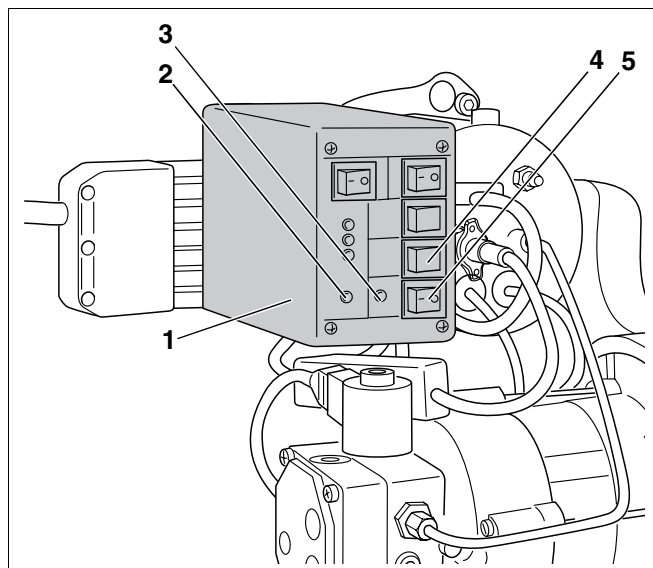

Fig. 30 Purger la conduite de fioul avec l'appareil de contrôle de brûleur
- Appareil de contrôle de brûleur (fig. 30, **pos. 1**; accessoire) – si l'aspiration du fioul doit être réalisée par la pompe à fioul montée sur le brûleur.
La purge de la conduite de fioul avec l'appareil de contrôle de brûleur (fig. 30, **pos. 1**) est décrite ci-dessous.
- Placer l'appareil de contrôle de brûleur (fig. 30, **pos. 1**) sur le socle.
- Appuyer sur le commutateur de mise en marche de l'appareil de régulation. La LED (rouge) est allumée (fig. 30, **pos. 2**).
- Enclencher l'appareil de contrôle de brûleur avec l'interrupteur de mise en marche (fig. 30, **pos. 5**). Les deux LED (rouge et verte) sont allumées (fig. 30, **pos. 2 et 3**).
- Appuyer sur l'interrupteur pour le pontage du réchauffeur de fioul (fig. 30, **pos. 4**).